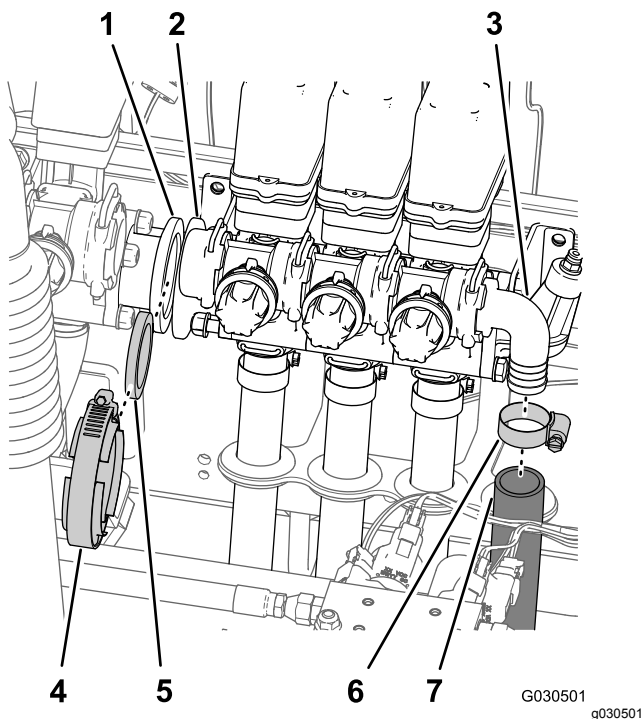

图 64
6. 取下将软管内径 1 英寸固定至宝塔弯头的软管夹然后从接头中取出软管 图 64。
- 拆下将凸缘适配器固定至搅拌阀和左喷洒臂段阀的法兰夹具和垫片图 64。